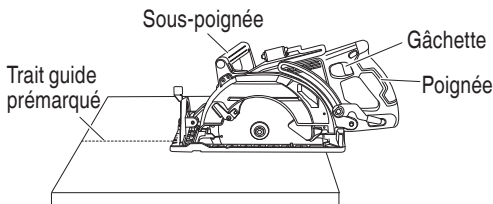

Fig. 29
(3) Vérifier que l'interrupteur est tourné sur la position ON (marche) avant que la lame de scie n'entre en contact avec le bois. L'interrupteur se déclenche (ON) quand on appuie sur la gâchette, et il se coupe quand on relâche la gâchette. Déplacer la scie en ligne droite et à vitesse constante pour obtenir le meilleur rendement de coupe possible. (Fig. 29)